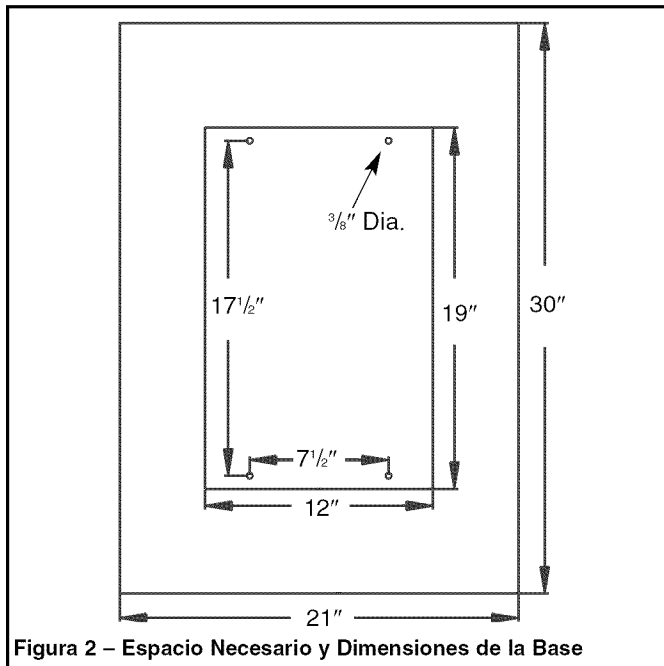

Figura 2 – Espacio Necesario y Dimensiones de la Base
Consulte la Figura 2, la página 18.
- La Figura 2 muestra las dimensiones de la base, los orificios de montaje y el espacio necesario para colocar el conjunto de la mesa y el conjunto de la correa en posición horizontal.